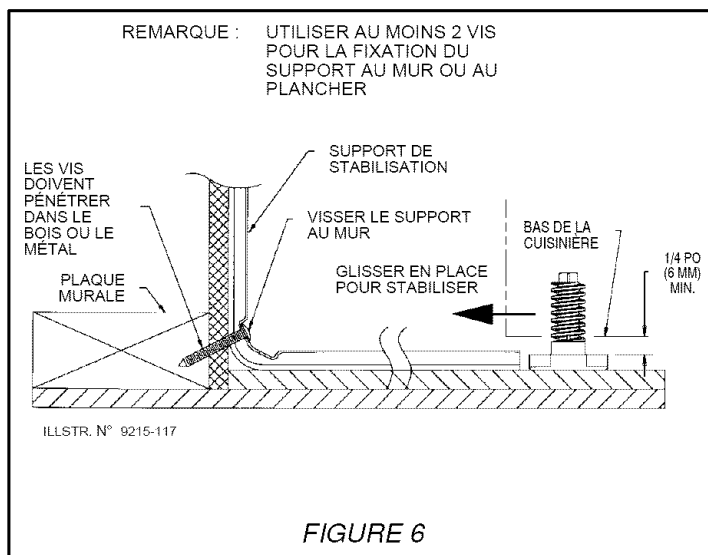

FIGURE 6
poinçon peut également être utilisé si une perceuse n'est pas disponible) tel qu'indiqué à la figure 6. Fixer le support de STABILISATION au mur à l'aide des deux vis fournies tel qu'indiqué à la figure 6. Passer à l'ÉTAPE 3.
- Placer la cuisinière de façon à ce qu'elle puisse entrer dans l'ouverture où elle sera encastrée et la pousser en place. S'assurer que le pied de réglage est inséré à fond dans le support de STABILISATION et que celui-ci le retient bien. Remarque : Un dégagement minimum de 1/4 po (6 mm) est exigé entre la cuisinière et le pied de mise à niveau qui va s'insérer dans le support de STABILISATION (voir figure 6).